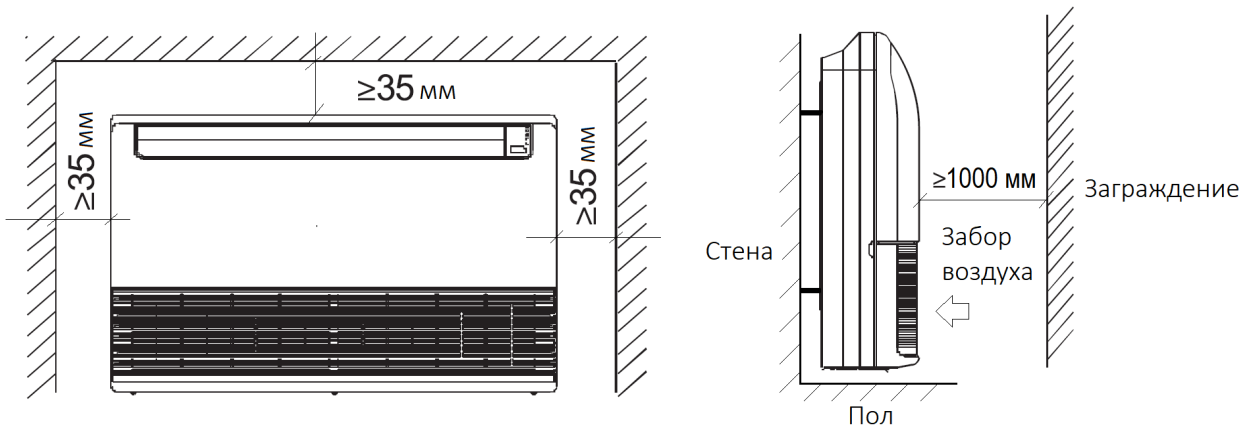

Рис.2.10
- При монтаже внутреннего блока расстояние от блока до заграждений должно быть не более значений, указанных на рис.2.10